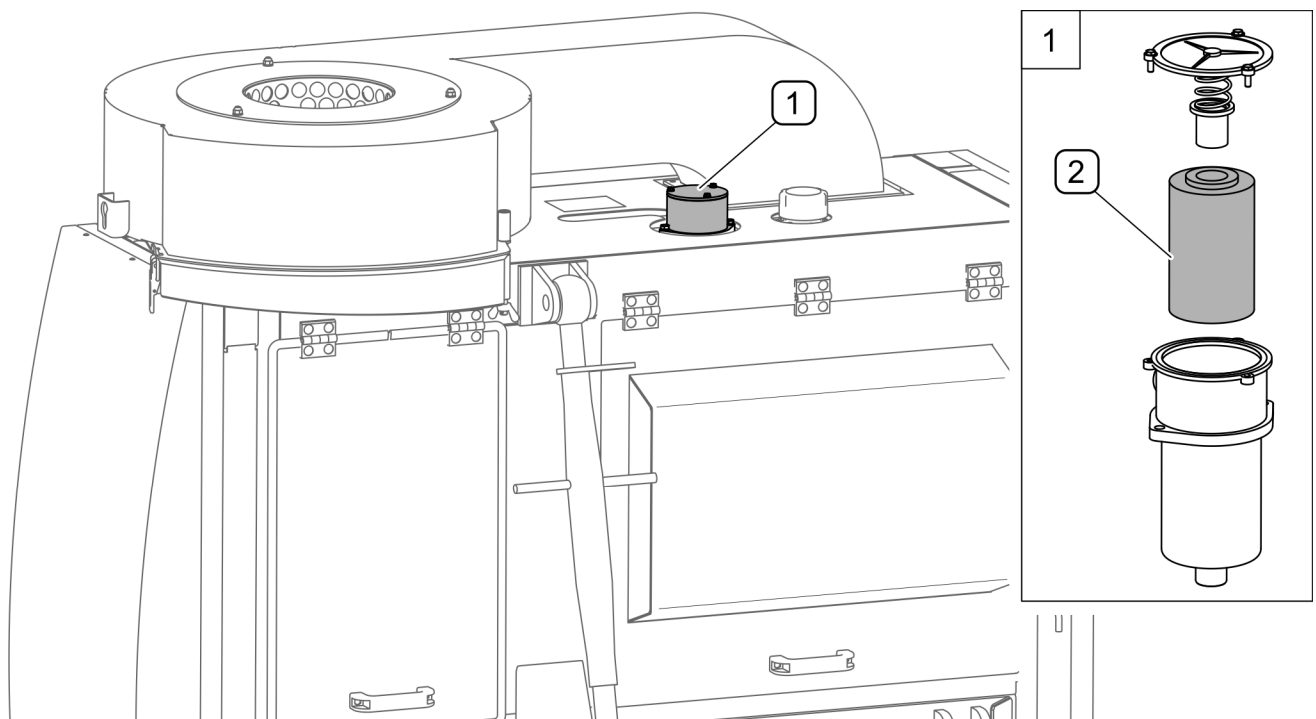
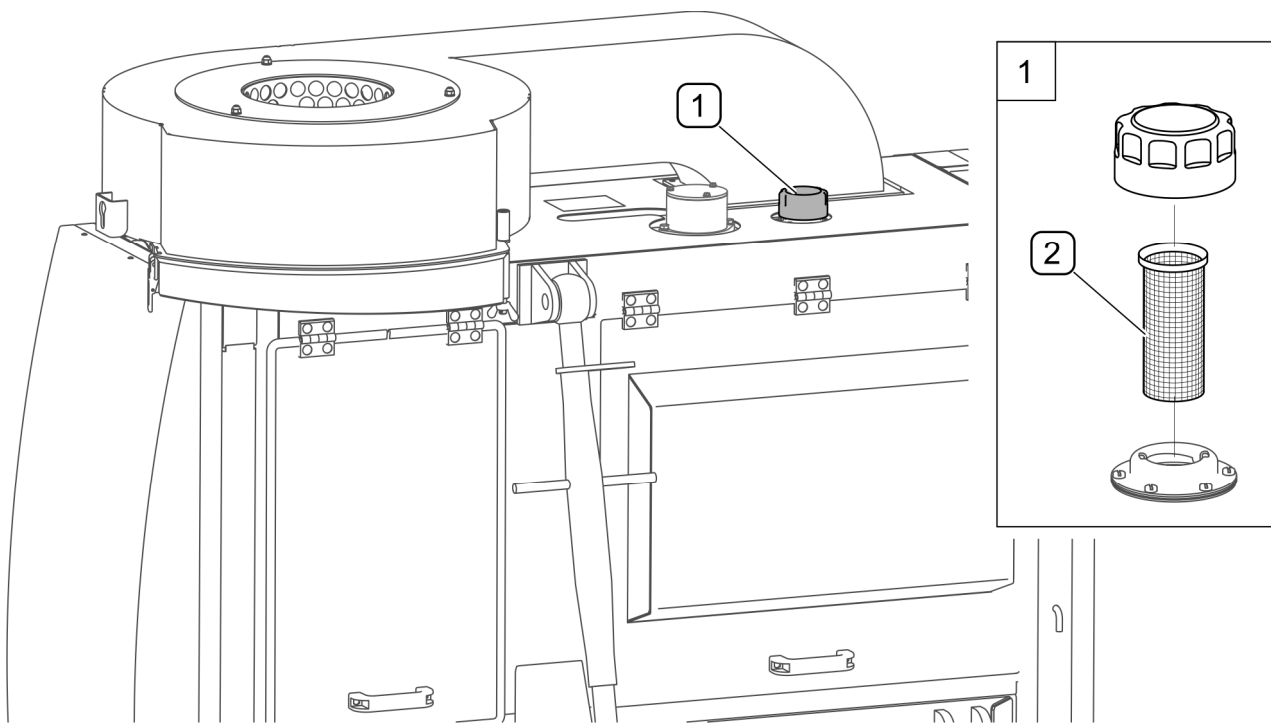
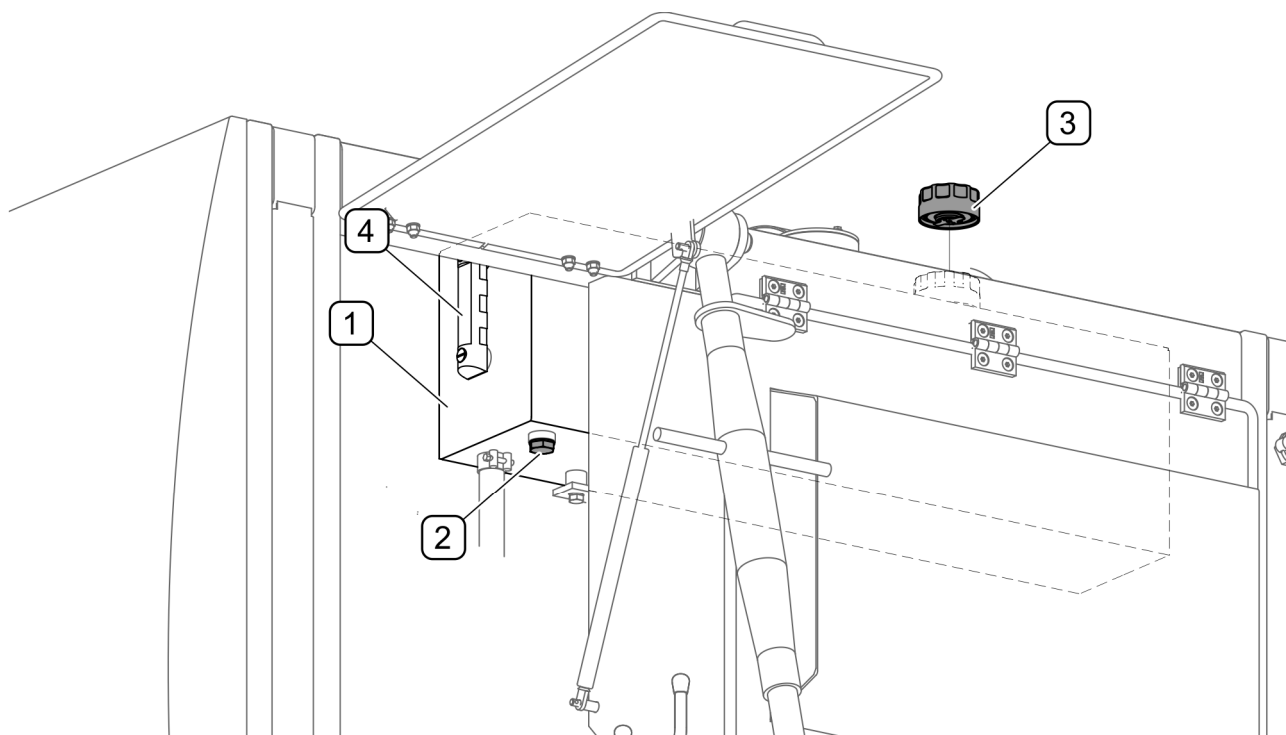

РИСУНОК 5.19Заміна фільтрувального елемента в зворотному фільтрі для оливи
РИСУНОК 5.20 Заливний фільтр
РИСУНОК 5.21Заміна оливи в баку гідравлічної системи
Зворотний фільтр оливи (РИСУНОК 5.19) розташовано у верхній частині бака для оливи. Зворотний фільтр має фільтрувальний елемент, який необхідно періодично замінювати.
Заливний фільтр (РИСУНОК 5.20) поміщено в заливній горловині і його потрібно періодично перевіряти і чистити. Відкрутивши корок (1), вийміть сітчастий фільтрувальний елемент (2) і промийте його мийним засобом.
Бак для оливи (1) гідравлічної системи вміщує 40 літрів гідравлічної оливи HL-32. Необхідно періодично перевіряти рівень оливи на індикаторі оливи (4) (РИСУНОК 5.21). При заміні оливи необхідно замінити фільтрувальний елемент зворотного фільтра для оливи (РИСУНОК 5.19) і прочистити заливний сітчастий фільтр (РИСУНОК 5.20). Під час роботи машини відбувається автоматична деаерація гідравлічної системи.
Щоб замінити оливу, необхідно (РИСУНОК 5.21):